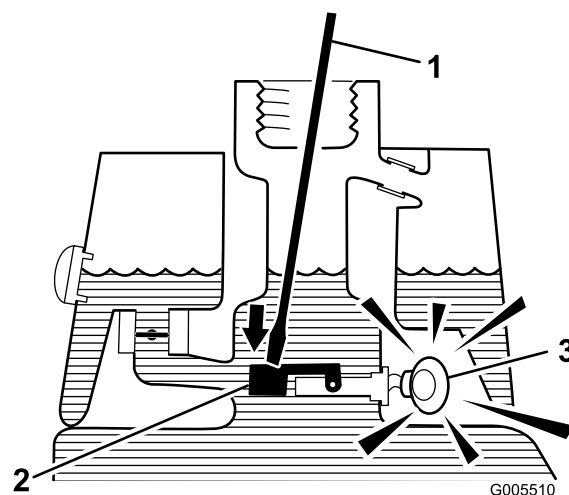

Figura 31
3. Insira uma barra ou uma chave de parafusos no bocal do depósito e empurre com cuidado o comutador de bóia (Figura 31). O alarme deverá ser ativado ao fim do período de desfasamento de um segundo.